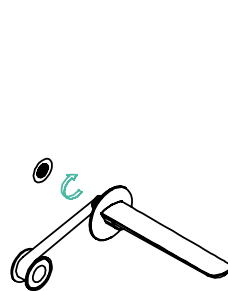

Рис. 8
9. Накрутите настенный излив (если предусмотрен комплектацией) через декоративный отражатель в подготовленное отверстие в стене, предварительно уплотнив резьбовую часть изоляционным материалом (рис. 8).